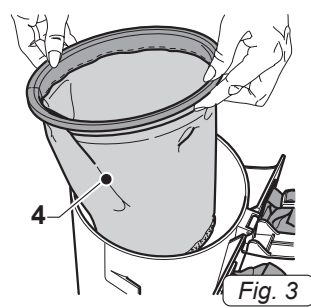
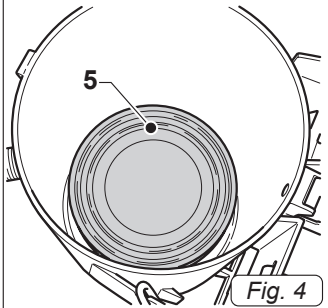

Fig. 3
Fig. 4
- Rimuovere il filtro in stoffa (4 Fig.3) e controllare che all'interno dell'apparecchio sia montata la cartuccia filtro (5 Fig.4).